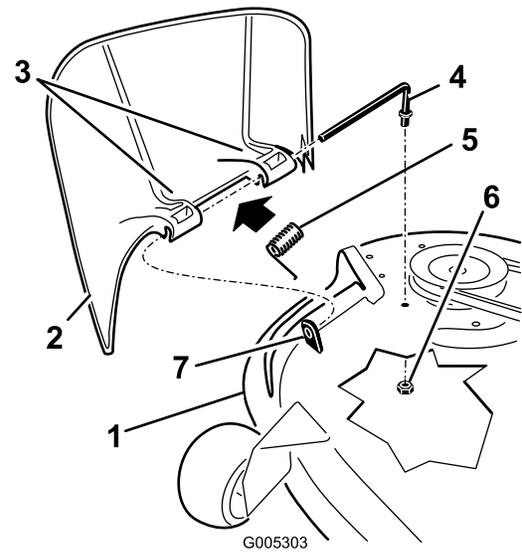

Figure 58
- Retirez l'écrou ($\frac{3}{8}$ po) de la tige, sous le tablier de coupe (Figure 58).
- Sortez la tige de la courte cheville de positionnement, du ressort et du déflecteur d'herbe (Figure 58).
- Remettez en place le déflecteur d'herbe (Figure 58).
- Insérez la tige dans le deuxième support du déflecteur d'herbe (Figure 58).
- Fixez l'extrémité arrière de la tige dans le tablier de coupe à l'aide d'un écrou ($\frac{3}{8}$ po), comme montré à la Figure 58.